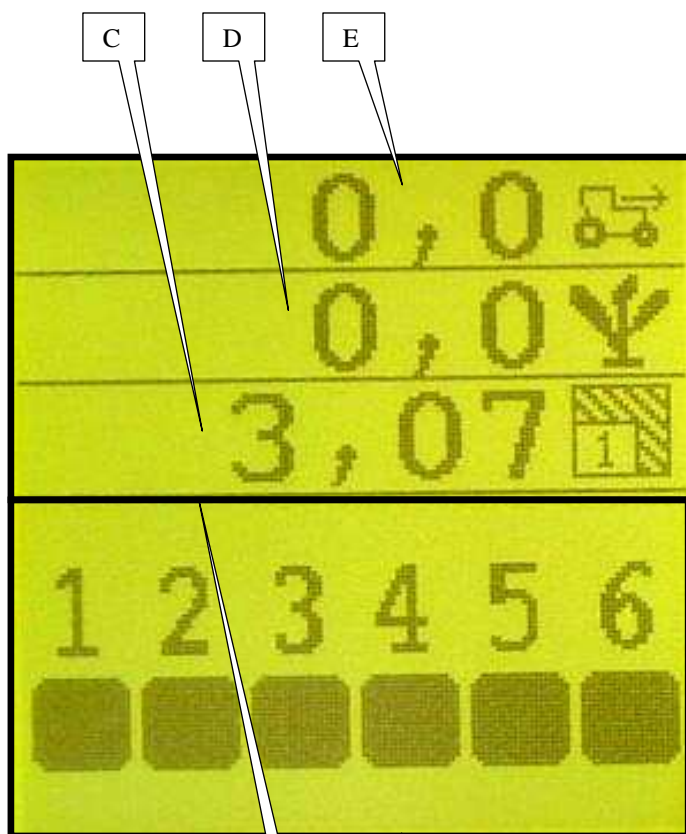

Fig. 1
Après la mise sous tension de la console, l'écran principal (Fig. 1) qui correspond au mode utilisation apparaît.
- C : compteur de surface partiel (Fig. 1)
- D : population moyenne (Fig. 1)
- E : vitesse d'avancement (Fig. 1)
After the console has been switched on, the main, use mode, screen (Fig. 1) will appear.